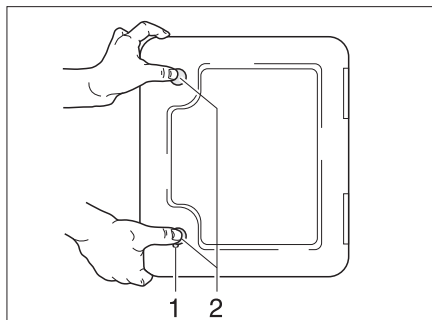

Bild 33 Klappe für Toiletten-Kassette
- Schlüssel in Schließzylinder des Druckschlusses (Bild 33,1) stecken und eine viertel Umdrehung drehen.
- Beide Druckschlösser (Bild 33,2) gleichzeitig mit dem Daumen drücken und Klappe für Toiletten-Kassette öffnen.
- Schlüssel in Schließzylinder (Bild 33,1) stecken und eine viertel Umdrehung drehen.